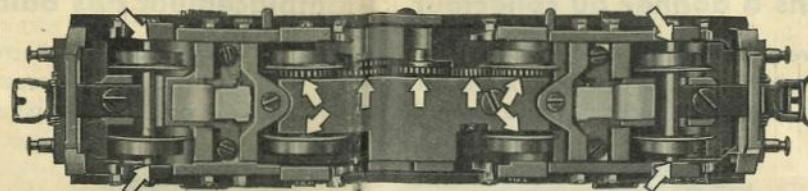

Fig. 5 Schmierstellen von unten
- Lager der Radachsen (siehe Fig. 5)
- Paliers des essieux (voir Fig. 5)
- Wheel axle bearings (see Fig. 5)